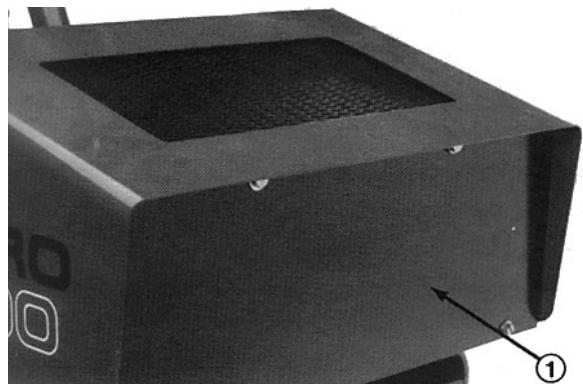

Fig. 10
LUBRIFICAZIONE (Fig. 10)
1. Togliere le 5 viti che fissano il pannello anteriore al telaio (Fig. 10) Individuare gli ingassatori attraverso l'apertura nel telaio.